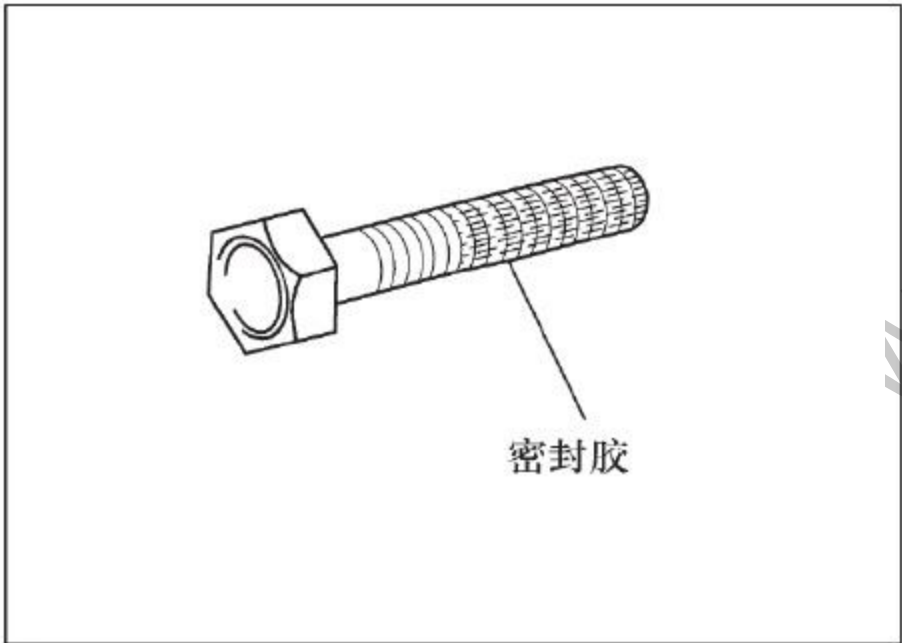

图1-3-1 预涂零件
5. 预涂零件：预涂零件是指在生产厂中已涂密封胶的螺栓、螺母等如图1-3-1所示。
- (1) 若预涂零件重新拧紧、松开或以任何方式松动后，都需要重新涂抹规定的密封胶。
- (2) 重新使用预涂零件时，应清除零件表面或螺纹孔内的密封胶，并用压缩空气吹净。然后再将规定的密封胶涂布在规定的位置，如图1-3-1所示。